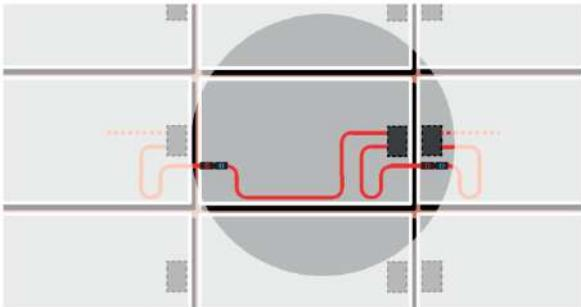

Abb. 2 U-förmige Leitungsführung an Anschlussdose bei Quermontage
- Bei Quermontage der Module führen Sie die Leitungen U-förmig von der Anschlussdose weg (siehe Abb. 2).